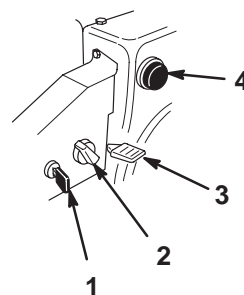

Figure 14
- **Clé de contact** (Fig. 14)—Insérez la clé dans le commutateur d'allumage avant de mettre le moteur en marche. Pour couper le moteur, retirez la clé de contact.
- **Starter** (Fig. 14)—Pour mettre en marche un moteur froid, tournez la commande de starter à la position *en service*. A mesure que le moteur se réchauffe, tournez progressivement le starter dans le sens anti-horaire jusqu'à la position *hors service*.
- **Commande d'accélérateur** (Fig. 14)—Déplacez la manette vers le haut pour augmenter le régime du moteur, ou vers le bas pour le réduire. Réglez la manette d'accélérateur en position d'*Arrêt* pour arrêter le moteur.
- **Amorceur** (Fig. 14)—Appuyez sur l'amorceur pour envoyer une petite quantité d'essence dans le moteur afin de faciliter le démarrage par temps froid.
2. Retirez la clé de contact du commutateur d'allumage (Fig. 14).
3. Enlevez le bouton de starter (Fig. 14).
- Tournez le starter en position *en service* (Fig. 14).
- Insérez la clé de contact (Fig. 14).
- Couvrez l'orifice central de l'amorceur (Fig. 14) avec le pouce et appuyez lentement sur l'amorceur à trois reprises, en marquant une pause à chaque fois.
- Dès que le moteur a démarré, tournez le starter (Fig. 14) à la position 3/4. A mesure que le moteur se réchauffe, tournez le starter à la position 1/2. Quand le moteur est suffisamment chaud, tournez le starter à la position *hors service*.